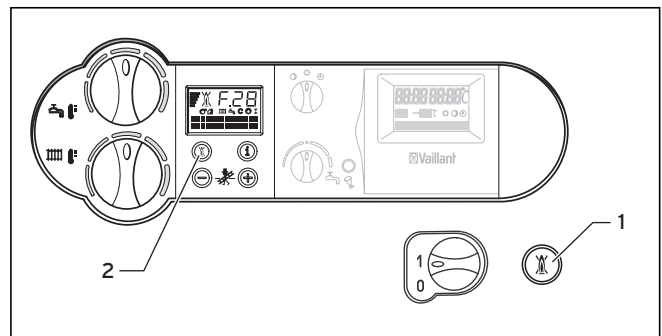

Abb. 6.11 Entstörung
Wenn der Brenner nicht zündet, geht das Gerät nicht in Betrieb und schaltet auf „**Störung**“. Dies wird durch das Aufleuchten des Brenner-Entstörknopfs (1) (Abb. 6.11) angezeigt.
- Drücken Sie den Brenner-Entstörknopf (1) (siehe Abb. 6.11).
- Drücken Sie zur Entstörung einmal die Taste „Entstörung“ (2, Abb. 6.11). Sollte das Gerät danach nicht in Betrieb gehen, müssen Sie Ihren Fachhandwerker zwecks Überprüfung zu Rate ziehen.